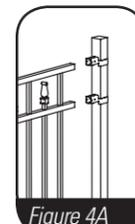

Figure 4A
- 4.1 To install the fence section to the post, simply insert all three brackets onto the post, then slide fence section into the brackets (see figure 4A).
4.1 Pour installer une section de clôture à un poteau, insérez simplement les trois supports sur le poteau, ensuite glissez la section de clôture dans les supports (voir la figure 4A).